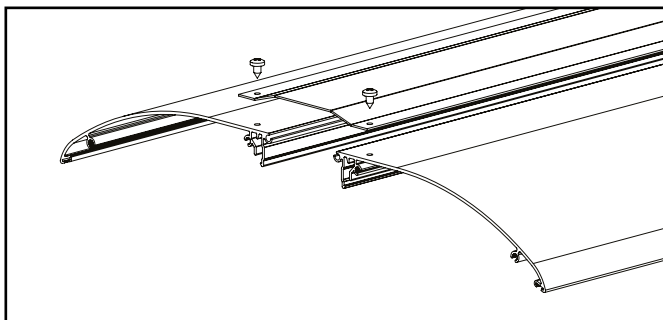

Abb. 5 : Das Dachprofil
- Der Spalt zwischen den 2 Dächern wird von einem Aluminiumprofil abgedeckt, das die gleiche Farbe wie das Schutzdach hat. (siehe Abb. 5)